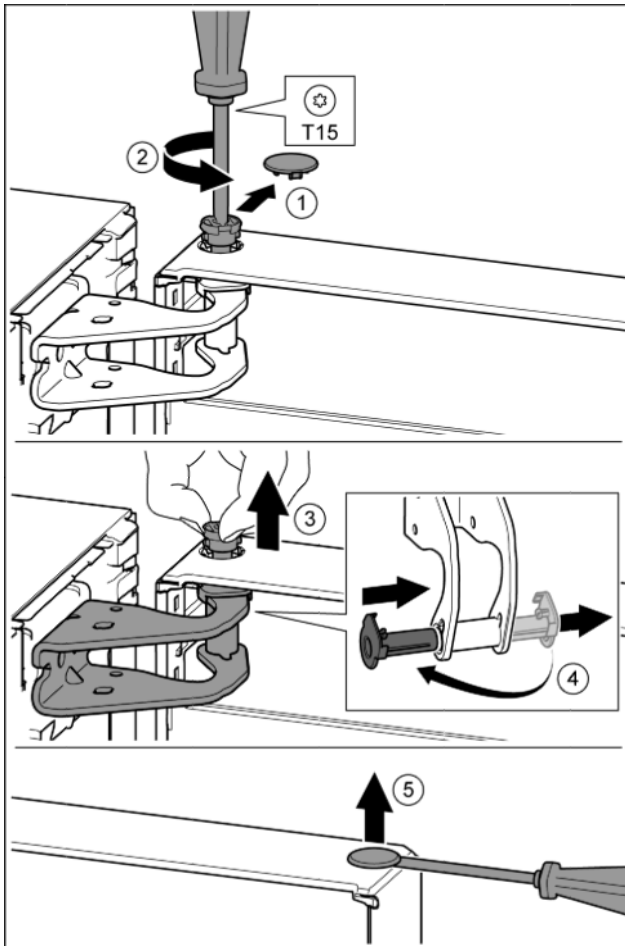

Fig. 7
- ▶ Sicherungsabdeckung vorsichtig abziehen. Fig. 7 (1)
- ▶ Bolzen mit Schraubendreher T15 ein Stück herausdrehen. Fig. 7 (2)
- ▶ Tür festhalten und Bolzen mit den Fingern herausziehen. Fig. 7 (3)
- ▶ Lagerbuchse aus Führung ziehen. Von der anderen Seite einsetzen und einrasten. Fig. 7 (4)
- ▶ Stopfen aus der Tür Lagerbuchse vorsichtig mit einem Schlitzschraubendreher anheben und herausziehen. Fig. 7 (5)